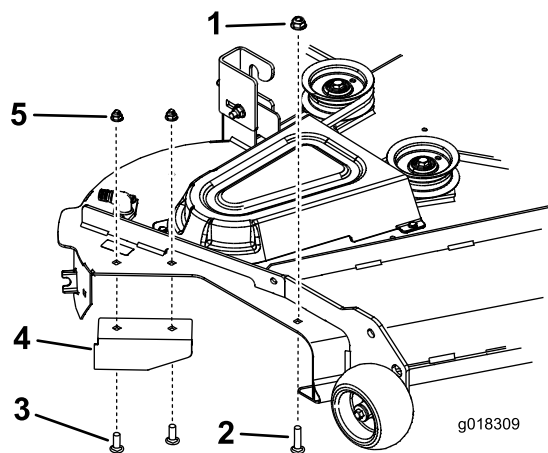

Figura 20
2. Instale el deflector existente con los pernos y las tuercas existentes después de retirar el conjunto de la placa (Figura 20).
3. Instale un perno de cuello cuadrado y una tuerca con arandela prensada en el taladro delantero indicado en Figura 20.